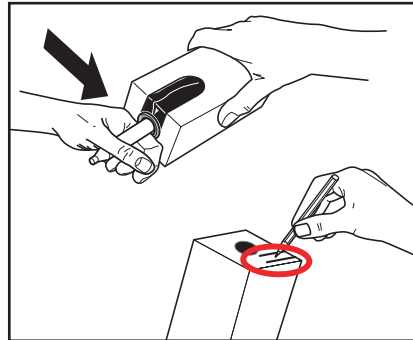

Fig. 19
4. Retirez l'enrobage en plastique et notez la date limite de consommation sur le pack de produit (fig. 19).
5. Suivez les instructions sur le pack de produit pour ouvrir le doseur (fig. 19).